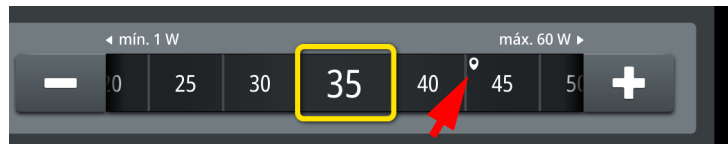

Ilustración 10-9: Valor de referencia de potencia
- Pulsando los botones **+** o **-** se aumenta o reduce la potencia. Una presión extendida acelera la adaptación. Si modifica el valor, se muestra el último ajuste con una marca como valor de referencia (véase la ilustración 10-9).